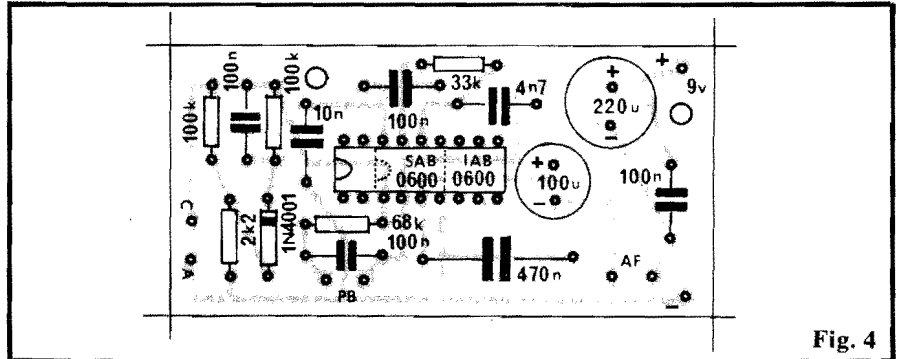

Fig. 4
– FIG. 4 – A MONTAGEM – A plaquinha é vista, na figura, pelo seu lado não cobreado, já com todas as peças em suas posições definitivas (a plaquinha que acompanha o KIT vem com a fig. 4 demarcada em *silk-screen*, facilitando enormemente as coisas...). lembramos os cuidados básicos com os componentes polarizados: observar a polaridade dos capacitores eletrolíticos (nitidamente indicadas na figura), notar a posição da faixinha contrastante numa das extremidades do diodo 1N4001 e, finalmente, posicionar corretamente o Integrado (extremidade com a marquilha voltada para o capacitor de 10n). Se este for o IAB0600 basta “enfiá-lo” lá, pois a quantidade de furos “bate” com o número de “pernas”... Já se o Integrado for o SAB0600 observar que deverão “sobrar” 4 furos à esquerda e 6 à direita, correspondentes, do outro lado da placa, a “ilhas mortas”, sem conexão... As ilhas livres, junto às bordas da placa, destinam-se às conexões externas, vistas com detalhes na próxima figura.